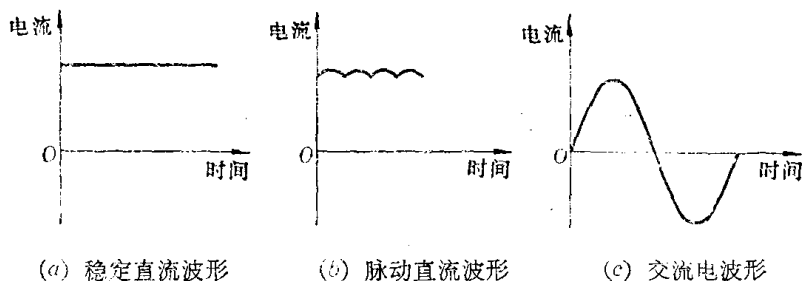

图 1-1
1. 直流电——方向固定不变的电流,叫做直流电。如干电池、蓄电池、直流发电机输出的电,都是直流电。方向固定不变,大小也不变的电流,叫做稳定直流电,如图1-1(a)所示。方向固定不变,而大小随时间改变的电流,叫做脉动直流电,如图1-1(b)所示。实际上直流电是脉动直流电和稳定直流电的统称。
2. 交流电——电流的方向和大小随时间作周期性变化的,叫做交流电,如图1-1(c)所示。一般从发电厂输出的电